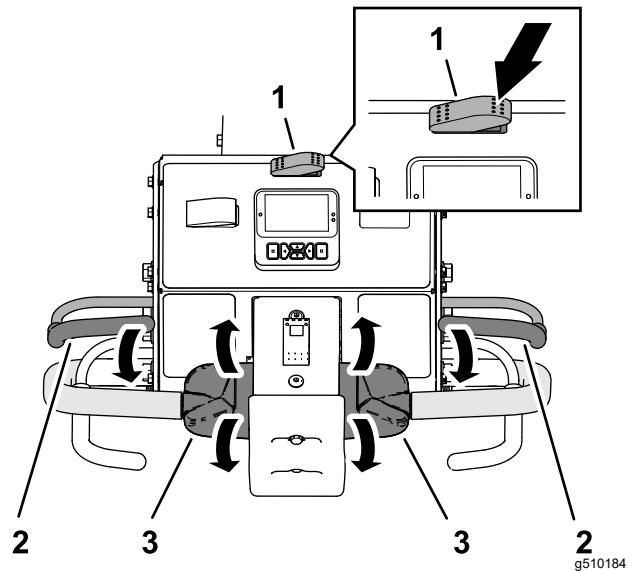

图 80
3. 将行驶/打孔开关的右侧按至打孔位置图 80。
5. 握住左侧或右侧手把和操作员到位把手图 80 将把手向手柄挤靠。